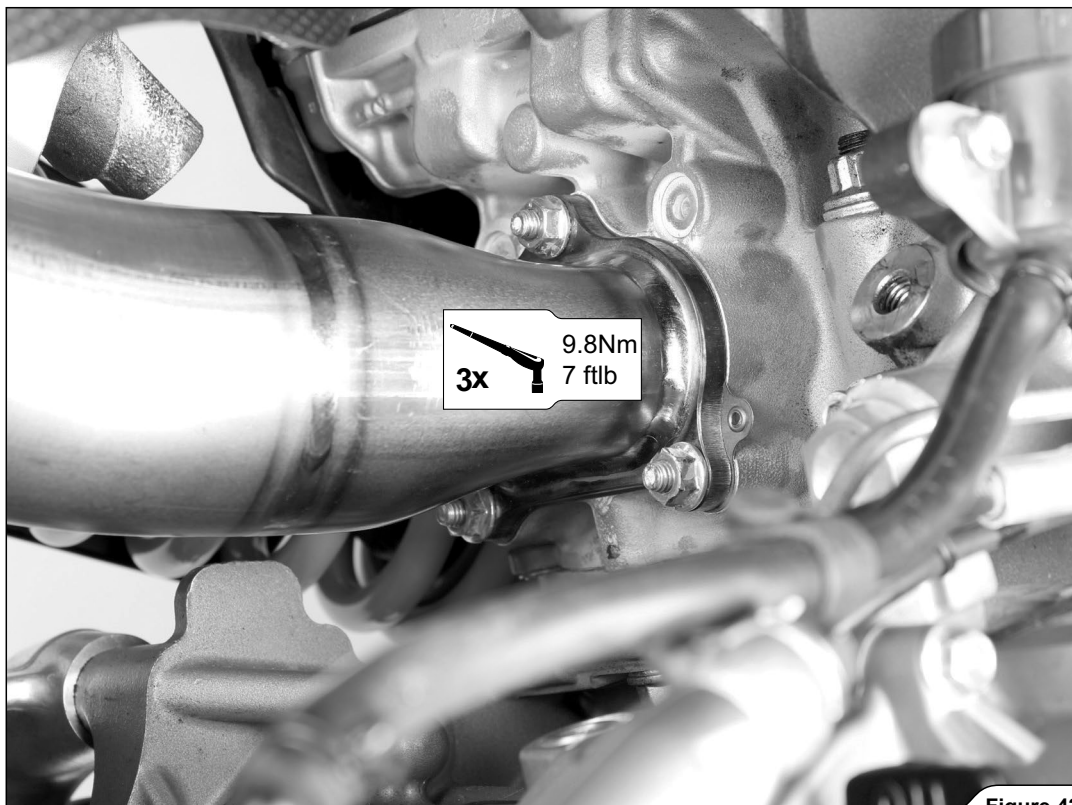

Figure 42
13. 両方のマニホールドを規定のトルクで締め付けます (図42、43)。